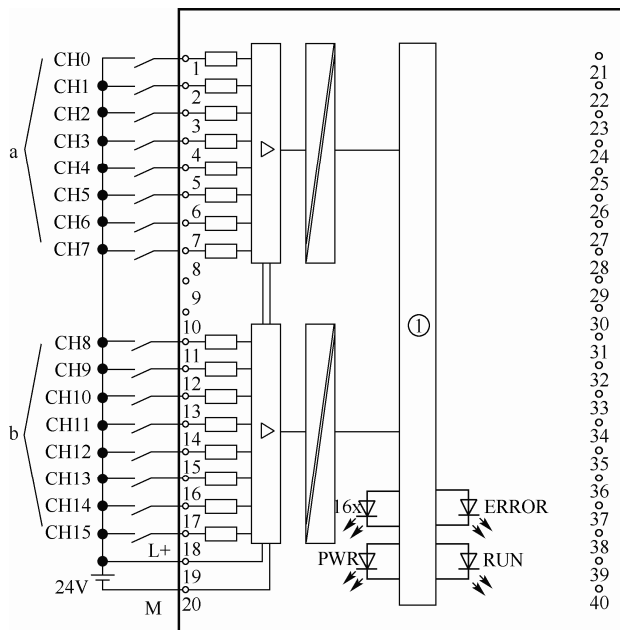

图 2-14 直流输入模块 (6ES7521-1BH00-0AB0) 的接线 (PNP)
① 典型的直流输入模块（6ES7521-1BH00-0AB0）的接线如图 2-14 所示，目前仅有 PNP 型输入模块，即输入为高电平有效。